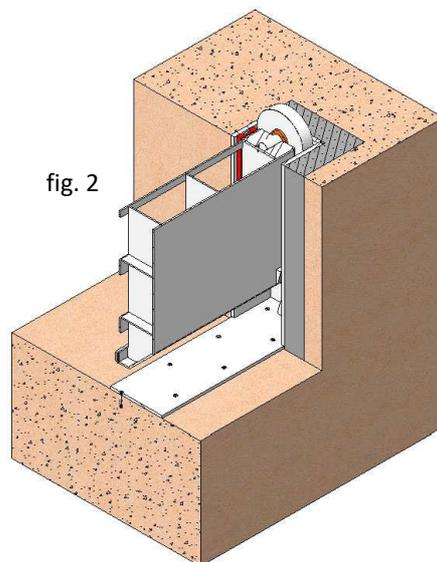
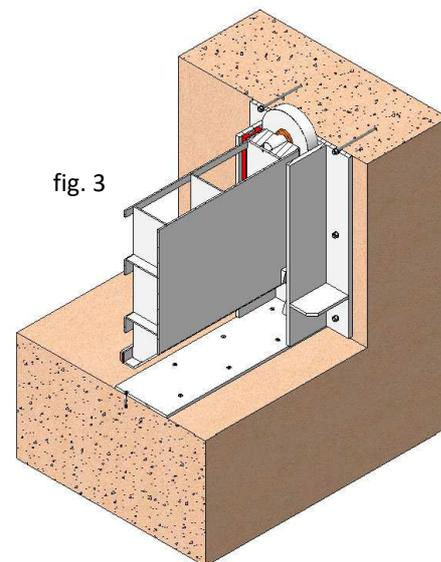

fig. 2
fig. 3
Como estas comportas costumam trabalhar sob cargas elevadas de água, geram-se forças de valor considerável e a melhor opção para transmitir estas forças à obra civil e assegurar a fixação mais adequada da comporta é a betonagem, mas como podemos ver também existem outras opções de montagem na fig. 2 e fig. 3.
- Para montar a comporta através de ancoragens de expansão ou químicas (fig. 3), efectuar os seguintes passos: